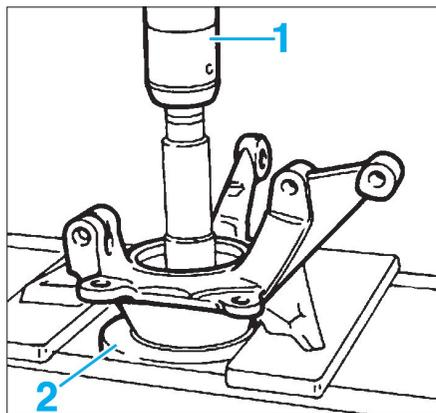

FIG. 18
- A l'aide d'une presse (1), déposer le moyeu de roue (2) avec la bague interne du roulement (Fig.18).